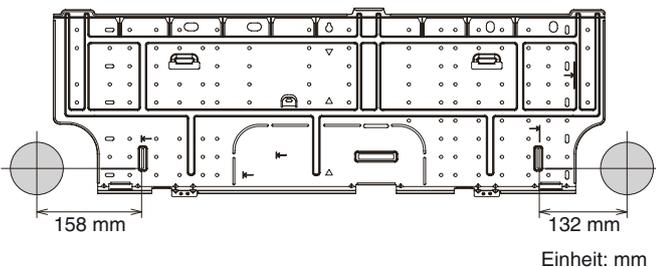

Abb. 3-6
- (1) Die Rückwand der Inneneinheit an der gewählten Wandstelle platzieren. Sicherstellen, dass die Rückwand waagrecht platziert wird, wozu eine Wasserwaage oder ein Messband zum Heruntermessen von der Decke verwendet wird. Die Rückwand erst nach Erstellen der Öffnung fest an der Wand verankern.
- (2) Festlegen, durch welche Durchführung der Einheit die Leitungen und Kabel geführt werden müssen. (Abb. 3-6)
Bei Leitungsverlegung links nach hinten anhand der Messpunkte 158 mm von der gekennzeichneten Position an der Rückwand die präzise Position der Wanddurchführung ermitteln. (Abb. 3-6)